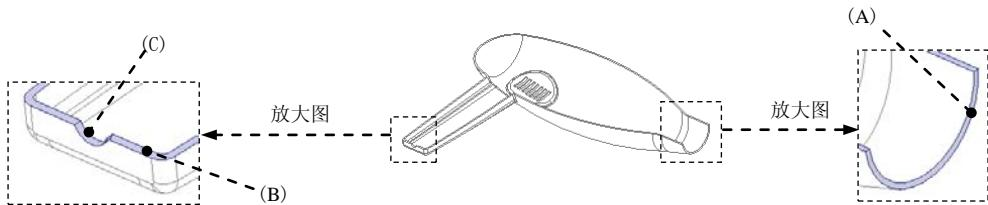

图 8.9 定义边界面
(3) 然后选取“边界面”(boundary surface)，操作方法如下。
- ① 按住 Shift 键，选取图 8.9 中的三个曲面为边界面，此时图中所示的边界面会加亮。